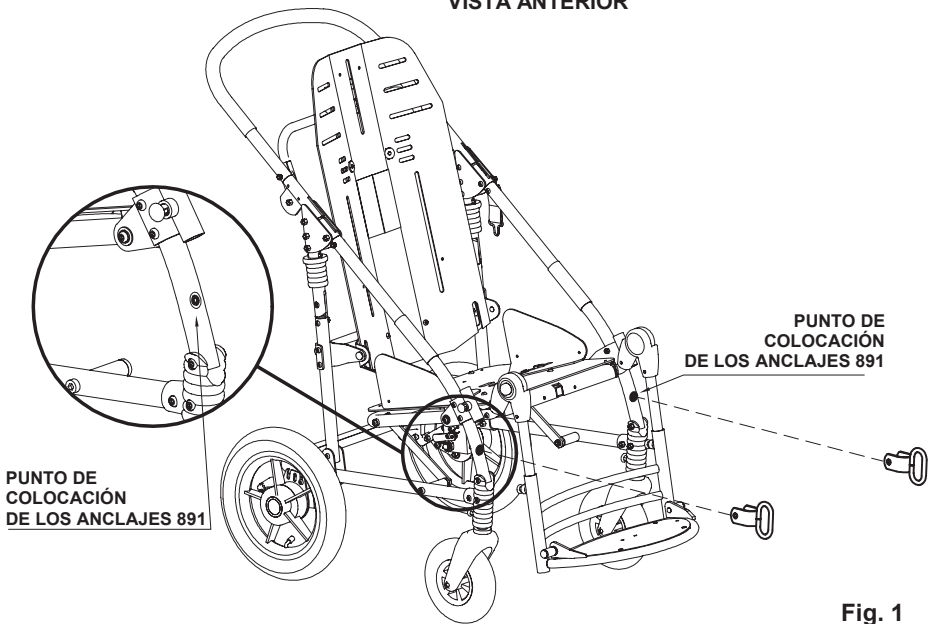
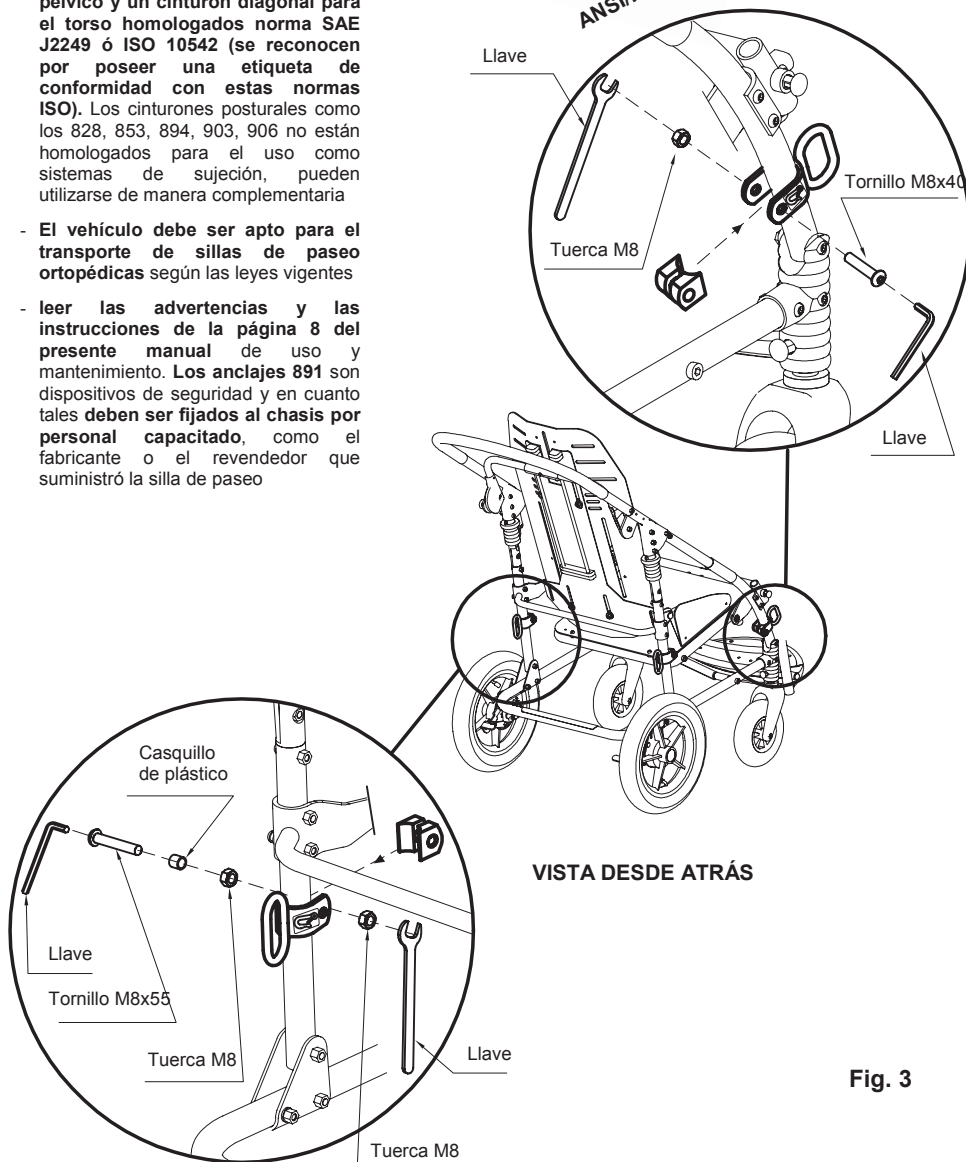
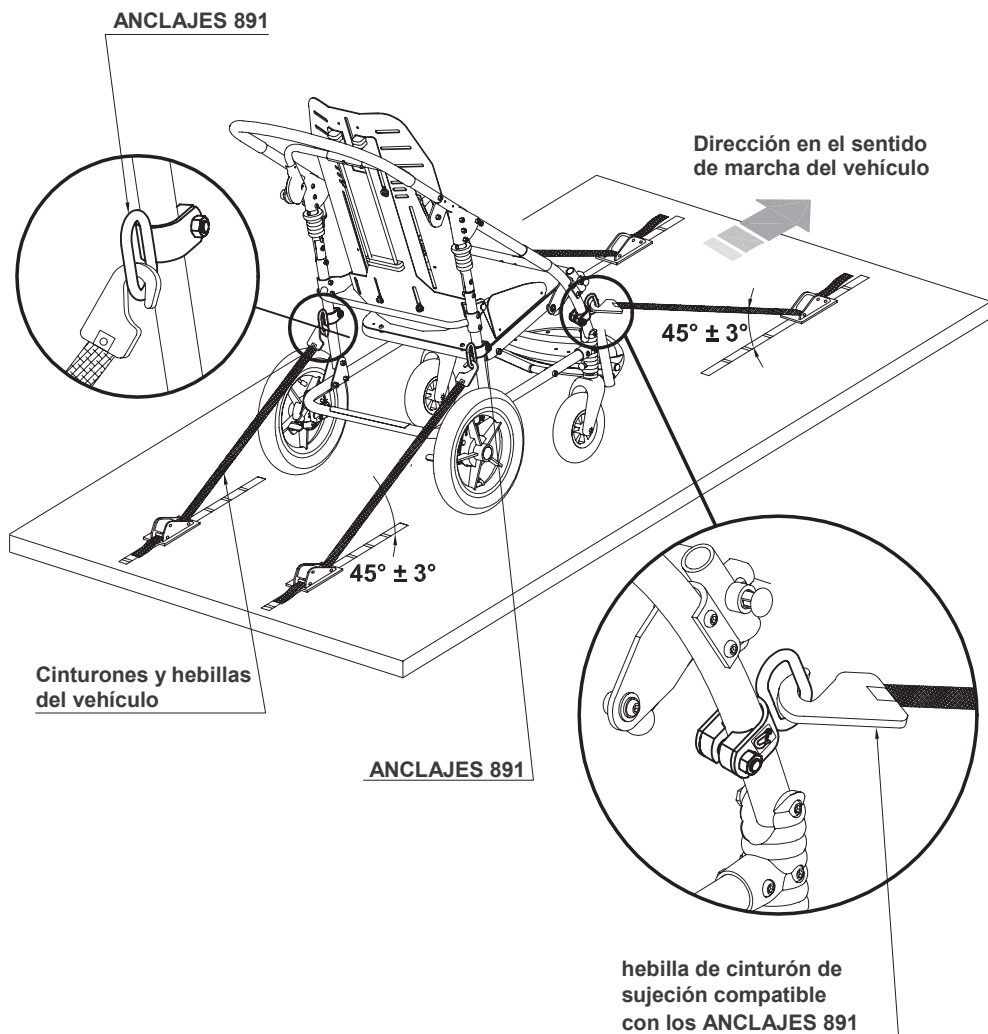

Fig. 1
Fig. 3
Fig. 4
- **EL NIÑO SENTADO EN LA SILLA DE PASEO DEBE SER UBICADO EN LA DIRECCIÓN DEL SENTIDO DE MARCHA DEL VEHÍCULO EN MOVIMIENTO** (ver fig. 4 pág.12). De acuerdo al apartado 6.3.4 de la norma ISO 7176-19, la conformidad con la norma no impide, sin embargo, poder usar la silla de paseo en la dirección opuesta a la marcha, en los grandes vehículos equipados con espacios para esta finalidad específica
- **EL VEHÍCULO DEBE SER APTO PARA EL TRANSPORTE DE SILLAS DE RUEDAS/SILLAS DE PASEO ORTOPÉDICAS DE CONFORMIDAD CON LA NORMA ANSI/RESNA WC/Vol.1 – Sección 19** (ver fig. 4 pág. 12)
- **LA SILLA DE PASEO DEBE SUJETARSE AL VEHÍCULO CON EL RESPALDO Y EL APOYAPIERNAS EN POSICIÓN VERTICAL** mediante: 1) un sistema de cinturones de sujeción de 4 puntos conforme con la norma SAE J2249 o ISO 10542-2 suministrado con el vehículo (ver fig.4 pág. 12) y 2) el accesorio 891 – ANCLAJES (4 anillos) (ver fig. 1 y 2 pág.10, fig. 3 pág. 11 y fig.4 pág.12)